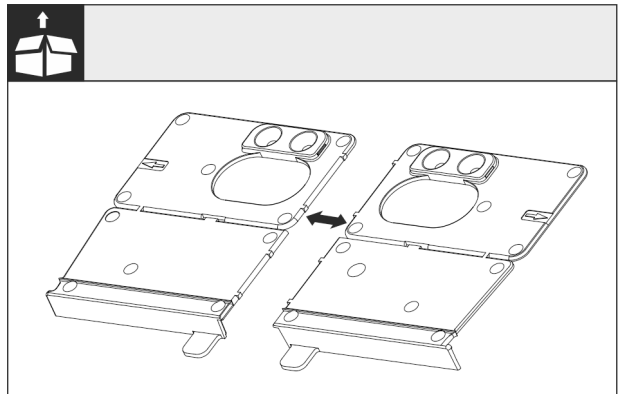

Fig. 24
► Montagehoek bodem Fig. 24 () bij de perforatie scheiden.